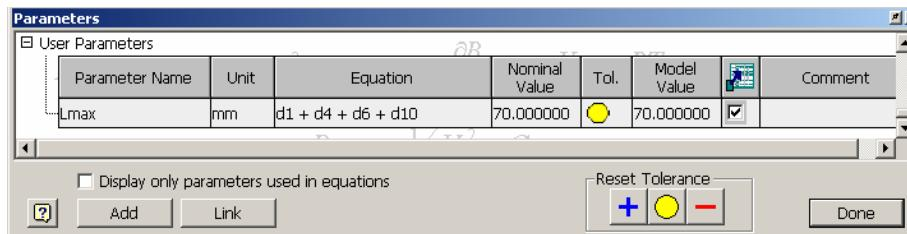

Figura 5.9.15.
- **roata motoare** – dimensiunea maximală rezultă ca sumă a celor patru distanțe de extrudare; proprietatea se adaugă în secțiunea **User Parameters**, iar în câmpul **Equation** se introduc mărimile parametrice sumate ale celor patru distanțe de extrudare, **20+35+5+10 =70**, figura 5.9.15;